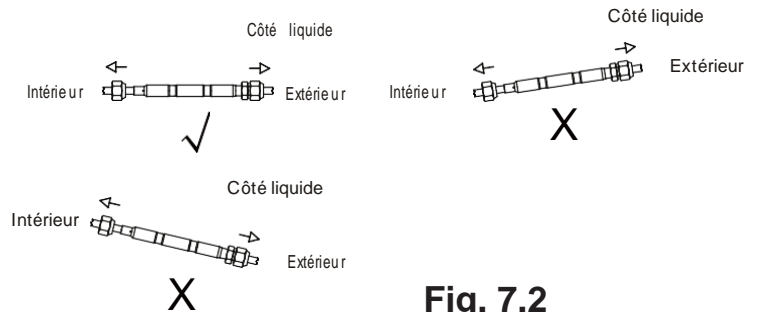

Fig. 7.2
- Lors de l'installation, référez-vous à la Fig. 7.2.